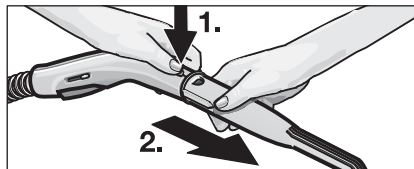

Fig. 2 : déboîtement des accessoires
- Pour retirer les accessoires, appuyez sur la touche de déverrouillage (B3 resp. F2) et déboîtez les pièces (voir fig. 2).